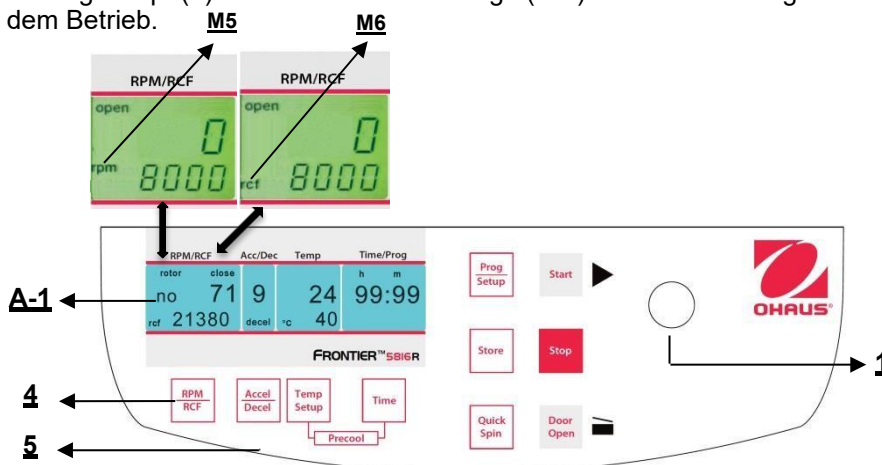

Abbildung 19
Diese Vorauswahl wird durch die Taste **"RPM | RCF"** (4) aktiviert (siehe Abbildung 19 unten). Wenn Sie die Taste einmal drücken, blinkt das Wort **"rpm"** (M5). Wenn Sie die Taste zweimal drücken, kann die Vorauswahl der Zentrifugalkräfte ausgewählt werden. Dann erscheint das blinkende Wort **"rcf"** (M6). Sie können die gewünschten Werte mit dem Anpassungsknopf (1) einstellen. In der Anzeige (A-1) wird stets der regulierte Wert angezeigt, bevor, während und nach dem Betrieb.